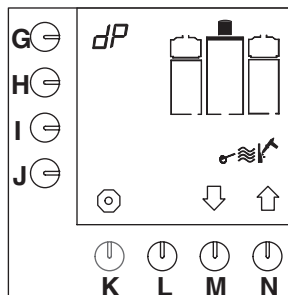

Fig. 15 Détartrage du système de filtration
- Le programme de détartrage s'affiche sur l'écran de contrôle (fig.15).